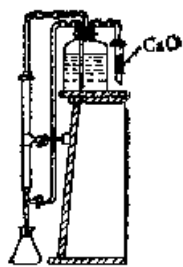
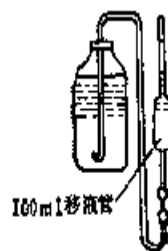

图 1 隔绝 CO_2 的滴定管装置
图 2 隔绝 CO_2 的移液管装置
4.1 碱式滴定管: 25mL, 滴定管需按图 1 进行装置。
4.2 无分度吸管: 100mL, 为了在量取水样时不致于损失游离二氧化碳, 可将量取水样吸管的下端与插入水样瓶中的虹及管相连接(见图 2)。量取水样时, 先自吸管上端吸气。待水样灌满吸管, 且从上端溢出约 100mL 时, 取下吸管, 并同时用手指按住吸管上端, 待吸管中水样到达刻度处, 立刻将水注入锥形瓶中。
按图 2 用虹吸法移取水样 100mL, 注入 250mL 的锥形瓶中, 加入 4 滴酚酞指示剂。用连接在滴定管上的橡皮塞将锥形瓶塞好(见图 1), 小心振荡均匀, 如果产生红色, 则说水样中不含 CO_2 。